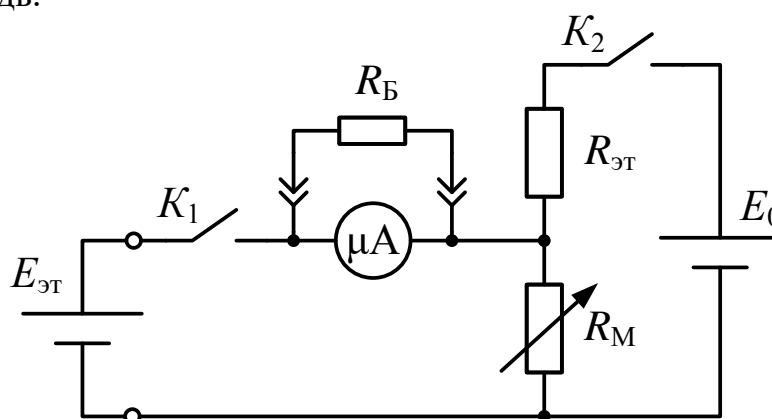

Рис. 1.12
4.2.1. Соберите схему, приведенную на рис. 1.12. В качестве E_0 используйте регулируемый источник питания (ИП). Балластное сопротивление R_B включите в схему с помощью проводов со штыревыми контактами. Ключи K_1 и K_2 установите в разомкнутое положение (рычажком вниз). Занесите в тетрадь значение ЭДС эталонного источника $E_{\text{эт}}$ и эталонного сопротивления $R_{\text{эт}}$.